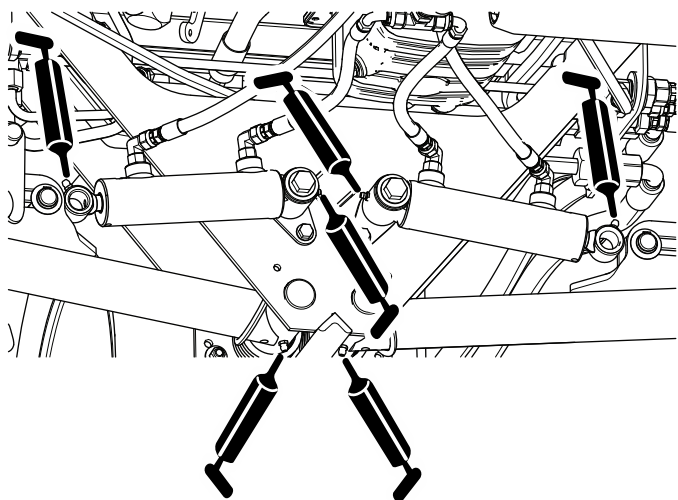

Figura 50
- Articulações do braço de elevação traseiro e cilindros de elevação (4 cada); consulte Figura 50.